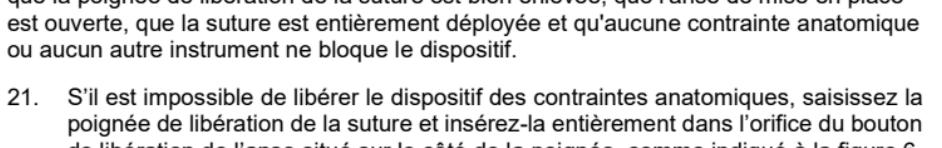

Figure 5 Coupure de la suture
20. Coupez l'excédent de suture au niveau de la poignée de libération de la suture afin de pouvoir retirer le dispositif LARIAT RS. Reportez-vous à la figure 5.